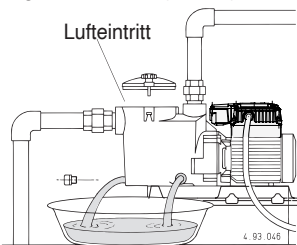

Abb. 4 Entleerung
**Bei längeren Stillstandsperioden oder bei Frostgefahr ist die Pumpe vollständig zu entleeren.** Dafür die zwei Ablasschrauben mit den wiederverwendbaren Runddichtringen abnehmen (Abb. 4).
Vor der Demontage ist die Pumpe vollständig zu entleeren (siehe Abb. 4 und Kapitel 15.). Demontage